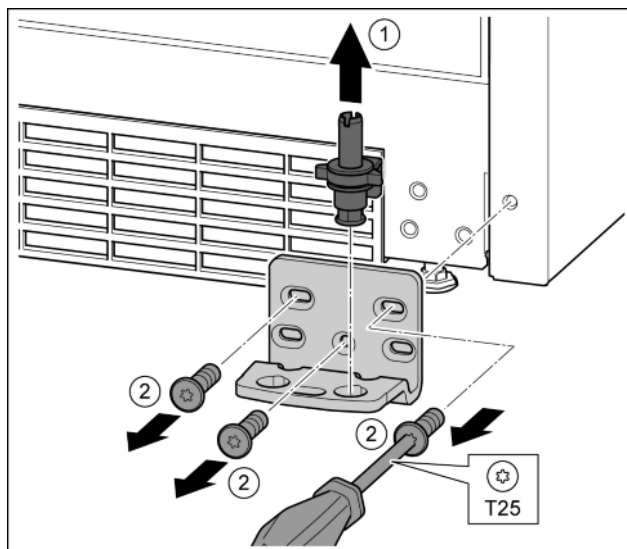

Fig. 16
- ▶ Опорный палец полностью извлечь движением вверх. Fig. 16 (1)
- ▶ Открутить винты отверткой T25 и снять опорный кронштейн. Fig. 16 (2)